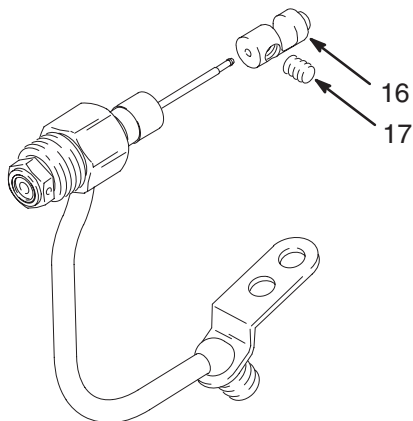

Fig. 11
7. En maintenant le guide du ressort (16) pour éviter la déformation du pointeau, desserrer les vis de réglage (17). Retirer le guide du ressort (16). Voir Fig. 11.